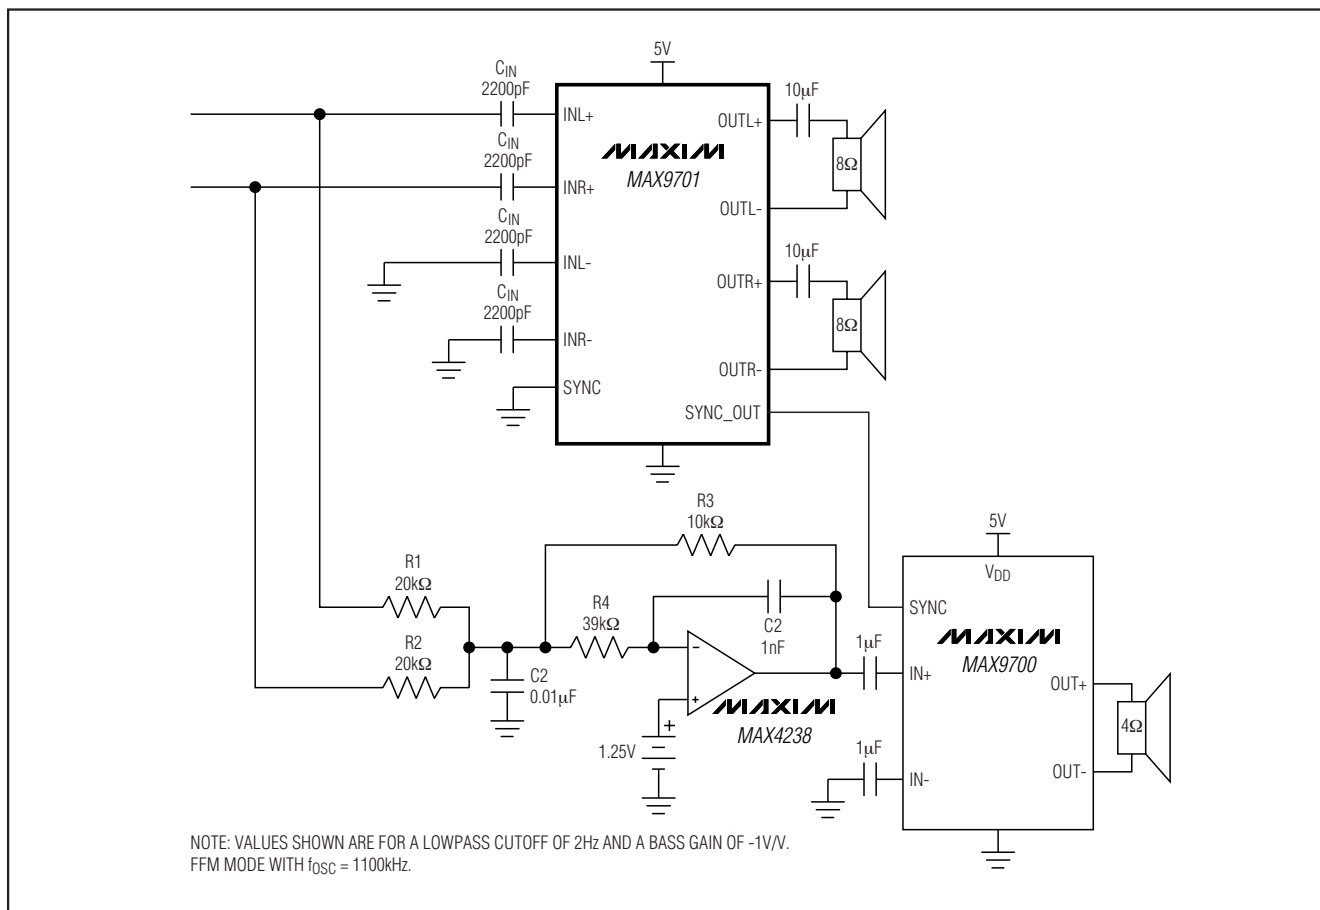

图8. 2.1声道应用电路
2.1声道典型应用电路中(图8)，MAX9701被配置为中/高音放大器，而MAX9700被配置为单声道低音放大器。输入电容( $C_{IN}$ )设置高通截止频率，公式如下：